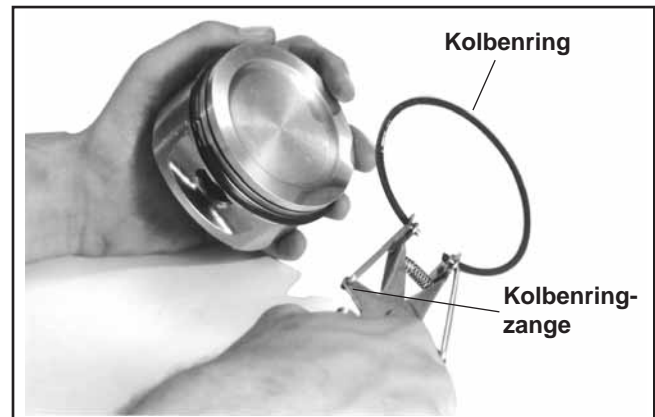

Abbildung 9-52. Kolbenringausbau.
1. Entfernen Sie mithilfe einer Kolbenringzange den oberen und mittleren Kompressionsring. Siehe Abbildung 9-52.